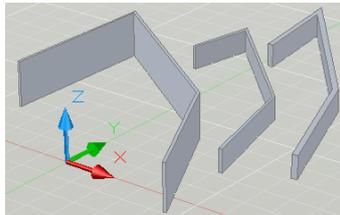

Рис.11.9 Прямокутні стінки
**1 Команда Политело** дозволяє створювати прямокутні стінки (рис.11.9). В цій команді є підкоманди **Висота** та **Ширина**. Вони дозволяють змінювати висоту та ширину стінок. На рис. показані стінки зліва на право – висотою 80 мм, потім 40 мм (ширина у двох 5 мм) і остання шириною 10 мм, а висотою 40 мм.